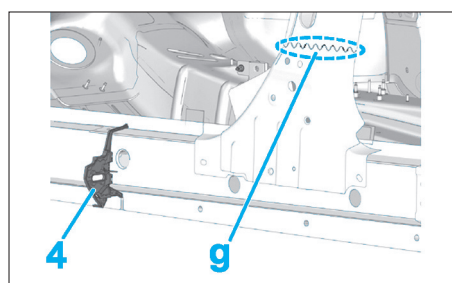

FIG. 76
- Positionner l'insert (4) (Fig.76).